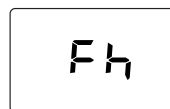

fig. 6- Purjare cu ventilatorul oprit
- În următoarele 280 de secunde continuă ciclul de evacuare a aerului cu ventilatorul oprit (fig. 6).